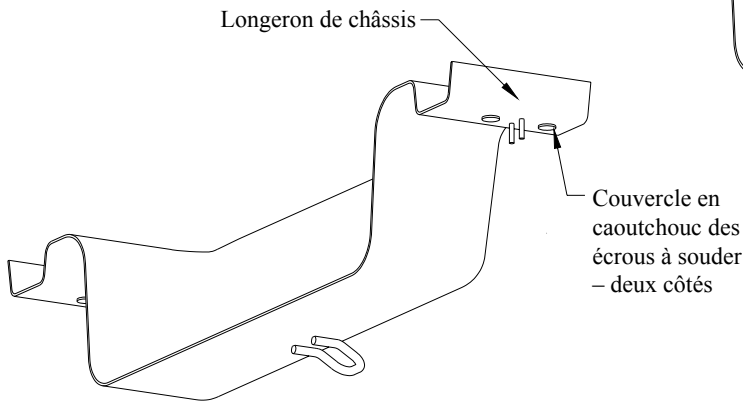

FIGURE 1
①	Qté (2)	Boulon hexagonal, M10 x 1.25 x 40mm	④	Qté (1)	Espaceur
②	Qté (2)	Rondelle conique, 7/16 po	⑤	Qté (1)	Rondelle conique, 1/2 po
③	Qté (1)	Boulon de carrosserie, 1/2 x 13 x 2 po	⑥	Qté (1)	Écrou
2. Enlever et se départir des couvercles en caoutchouc des écrous à souder arrière, comme illustré à la figure 1.